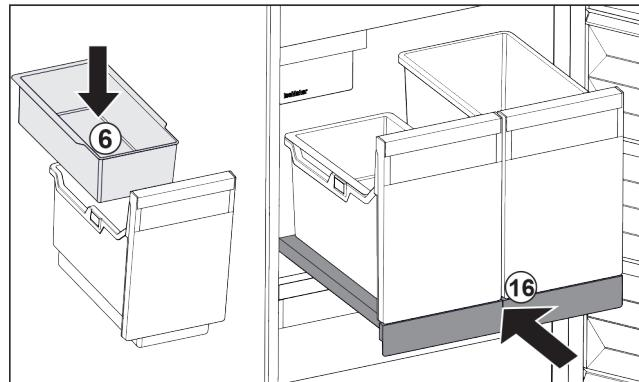

Fig. 48
- Umetnute ovjesnu posudu Fig. 48 (6) za kockice leda.
- Gurnite izvlačnu ploču sa spremnikom (IceTower). Fig. 48 (16)